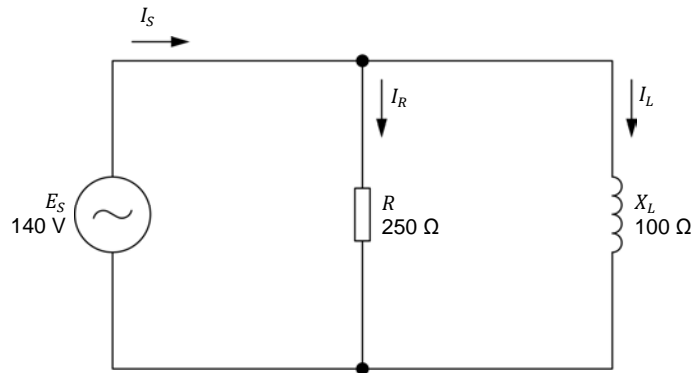

Figure 4-11. Circuit ca en parallèle contenant une résistance et une bobine.
1. Calculez la puissance active P dissipée dans la résistance du circuit de la figure 4-11.
2. Calculez l'impédance Z dans le circuit de la figure 4-11.
3. Calculez la puissance apparente S dans le circuit de la figure 4-11.